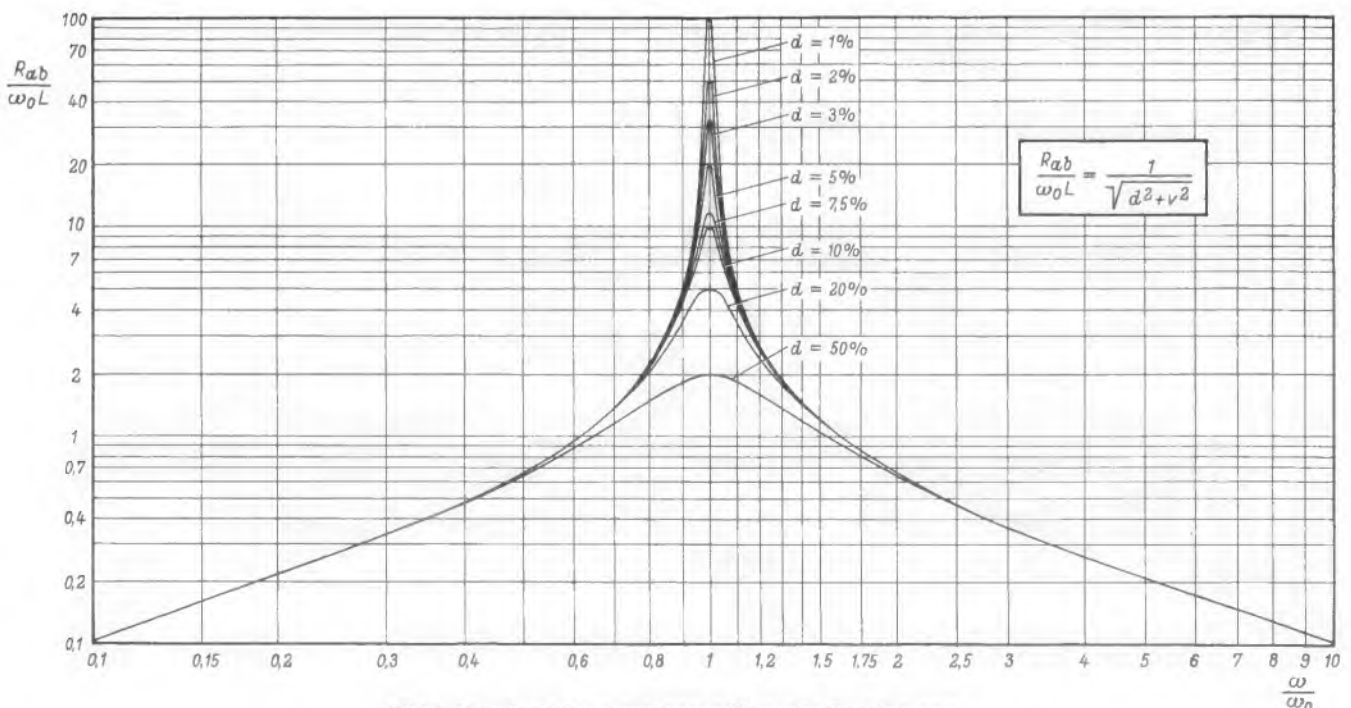

Bild 4. Normierte Resonanzkurven für große Verstimmung
Betrachtet man die Resonanzkurve weit ab von der Resonanzfrequenz, dann wird in den Gleichungen (13) und (14) der Wert v^2 wesentlich größer als d^2 (Bild 4).